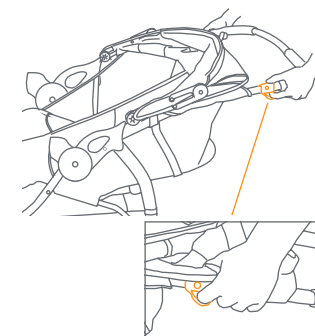

Fig. 22a
• The stroller is folded by simultaneously pulling each trigger fold (Fig. 22a). When the fold latches are released, the handle will begin to fall toward the floor. Release the fold buttons and press downward on the stroller handle until the stroller is completely folded.
• El carrito se pliega tirando simultáneamente de cada gatillo (Fig. 22a). Cuando se sueltan los pestillos para plegar el carrito, el manubrio comienza a caer al suelo. Suelte los botones para plegar el carrito y presione hacia abajo el manubrio hasta que el carrito esté completamente plegado.